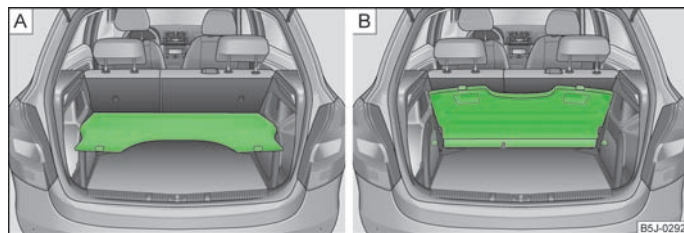

Fig. 46 Cobertura da bagageira: na posição inferior / arrumada por trás dos bancos traseiros
- na posição inferior, nos elementos de apoio » Fig. 46 - **A** » **I**;
- por trás dos bancos traseiros » Fig. 46 - **B**.
Nesta posição » Fig. 46 - [A], a cobertura da bagageira está prevista para pouso de objectos pequenos, com um peso de até 2,5 kg.